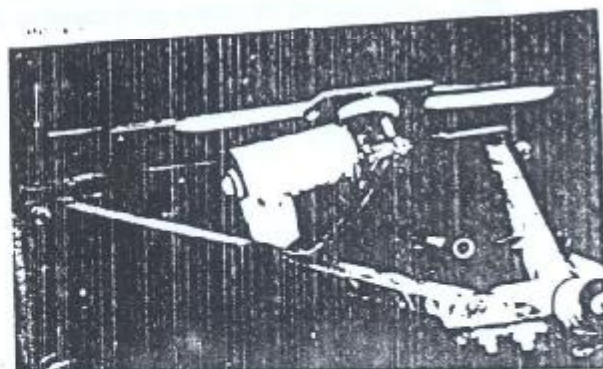

Figura 9.55.2 - Motor e articulações
6. Desligar o conector elétrico do motor do limpador e remover o conjunto do motor e articulações (Figura 9.55.2).
nas aberturas da carroceria (Figura 9.55.2). Ligar o conector elétrico do motor do limpador.